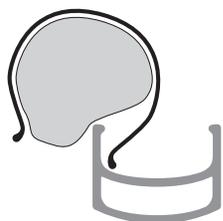

Figure 14. Placez le premier talon de pneu dans la jante.
4. Installez le premier talon dans la jante (Figure 14). Commencez à partir de la tige de valve.